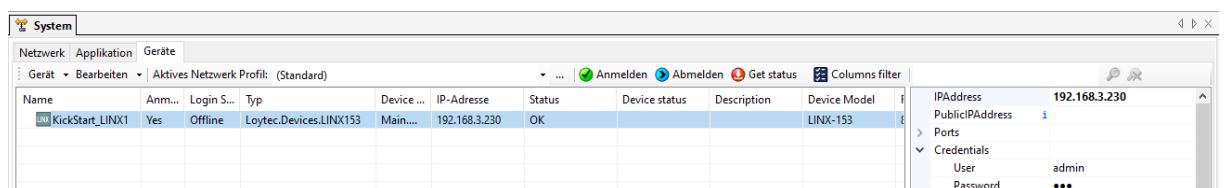

Abbildung 53: Eingeben der IP-Adresse und der Anmeldeinformation für die Gerätesressource.
22. Bearbeiten Sie die IP-Adresse und die Anmeldeinformationen für das Gerät, wie in Abbildung 53 dargestellt. Klicken Sie dann in der Symbolleiste auf **Speichern**.